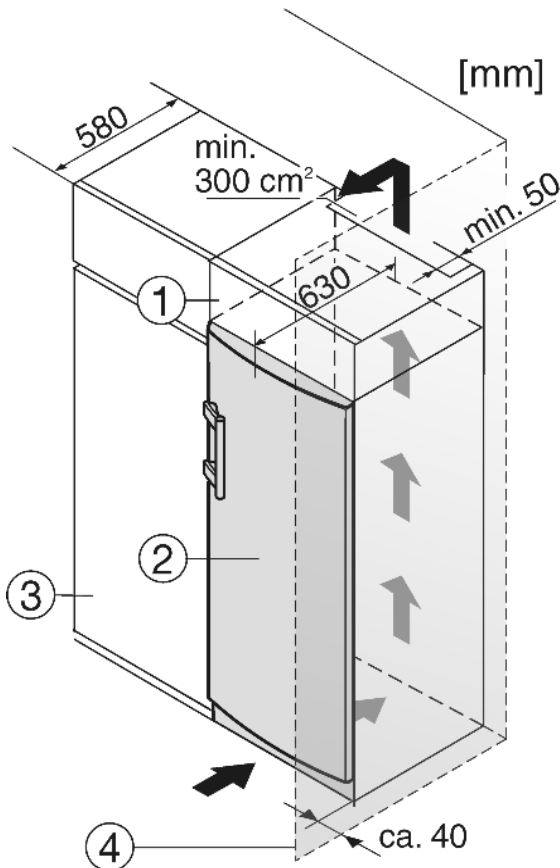

Fig. 11
Устройство может быть окружено предметами кухонной обстановки. Чтобы уравнять устройство Fig. 11 (2) по высоте с кухонной стенкой, можно установить над устройством соответствующий дополнительный шкафчик Fig. 11 (1).
При комбинировании с обычными кухонными шкафами (глубина макс. 580 мм) устройство можно установить непосредственно рядом с кухонным шкафом Fig. 11 (3). Дверь устройства выступает по сторонам на 34 мм и по центру устройства на 50 мм относительно передней стенки кухонного шкафа. Поэтому ее можно свободно открывать и закрывать.
Если устройство установлено на шарнирах у стены Fig. 11 (4), то расстояние между устройством и стеной должно быть не менее 40 мм. Настолько выступает ручка при открытой дверце.